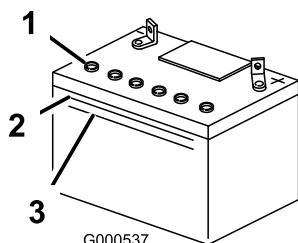

Figura 42
1. Osservate il fianco della batteria. L'elettrolito deve raggiungere la linea **superiore** (Figura 42). Non lasciate scendere l'elettrolito sotto la linea inferiore (Figura 42).
3. Togliete i tappi di spurgo dalla batteria (Figura 42).
4. Aggiungete lentamente acqua distillata in ogni elemento della batteria finché l'elettrolito non raggiunge la linea superiore (Figura 42) sulla scatola della batteria.
5. Attendete cinque o dieci minuti dopo avere riempito gli elementi della batteria. All'occorrenza, aggiungete acqua distillata finché l'elettrolito non raggiunge la linea superiore (Figura 42) sulla scatola della batteria.